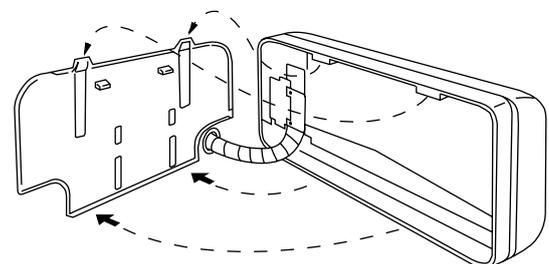
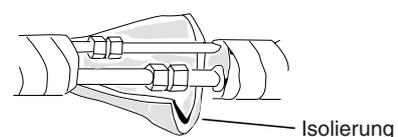

Abb. 3-106
Abb. 3-107
- (2) Kabel, Kühlmittleitung und Ablaufschlauch durch die Öffnung in der Wand drücken. Die Inneneinheit so einstellen, dass sie sicher an der Rückwand sitzt. (Abb. 3-106)
- (3) Die Leitungen vorsichtig biegen (sofern erforderlich), damit sie bis zur Außeneinheit bündig an der Wand anliegen, und dann bis zu den Anschlüssen mit Band umwickeln. Der Ablaufschlauch sollte an der Wand lotrecht nach unten verlaufen und an einer Stelle enden, wo das abtropfende Wasser keine Flecken an der Wand verursacht.
- (4) Die Kühlmittleitung an die Außeneinheit anschließen. (Nach Durchführen einer Undichtigkeitsprüfung an den Anschlüssen diese mit Leitungsisolierung isolieren. (Abb. 3-107))
- (5) Kühlmittleitungen, Ablaufschlauch und Einheiten-Verbindungskabel wie in Abb. 3-107 anordnen.